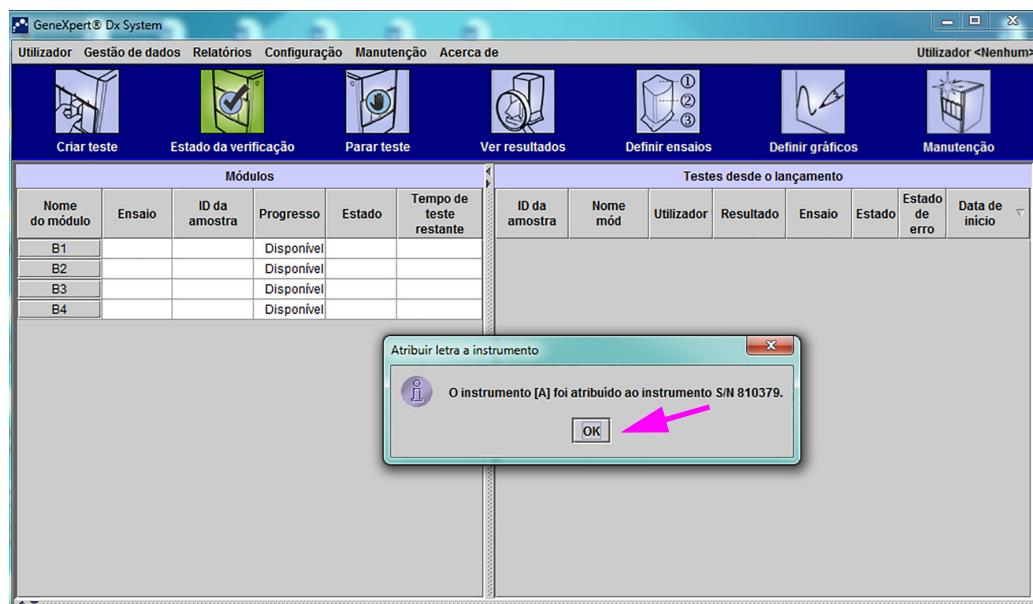

Figura 2-60. Janela do sistema GeneXpert Dx com a caixa de diálogo Atribuir letra a instrumento atualizada
8. Clique em **OK** para fechar a caixa de diálogo Atribuir letra a instrumento (ver figura 2-60). O Nome do módulo é atualizado com as novas Letras do instrumento.